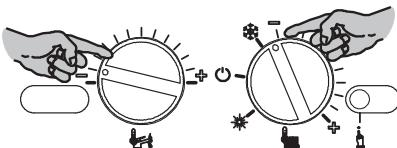
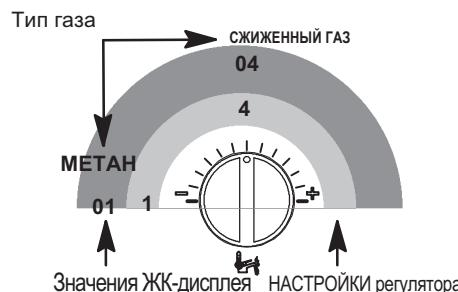
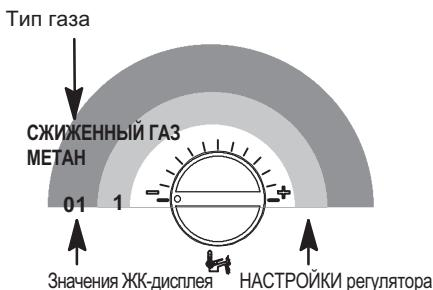

Рисунок 8.2
Рисунок 8.7
Рисунок 8.11
- Установите переключатель функций 4 и регулятор температуры горячего водоснабжения 3 так, как показано на следующем рисунке (см. Рисунок 8.2).
- Чтобы настроить тип газа, войдите в режим программирования, нажав и удерживая в течение 15 с кнопку сброса 5 (Рисунок 8.2), пока на ЖК-дисплее не появится параметр P01. На ЖК-дисплее последовательно отобразятся следующие символы (параметр P01 будет загораться поочередно с --- ---).
- Нажмите кнопку сброса 5 (Рисунок 8.2) и пролистайте параметры до Р05, пред назначенного для настройки типа газа. На ЖК-дисплее последовательно отображаются следующие символы (параметр Р05 будет загораться поочередно с 01).
Пример: если котел будет питаться сжиженным газом (G30-G31), но настроен на питание метаном (G20), установите регулятор 3 (Рисунок 8.2) так, как показано на следующем рисунке (Рисунок 8.7).
- Нажмите кнопку сброса 5 (Рисунок 8.2) и пролистайте параметры до Р06, предназначенногодля настройки типа газа (второго уровня). На ЖК-дисплее последовательно отобразятся следующие символы (параметр Р06 будет загораться поочередно с 01).
- Чтобы изменить настройку, поверните регулятор температуры в системе горячего водоснабжения 3 (Рисунок 8.2) и установите его в выбранное положение (см. также Рисунок 8.11).
снабжения 3 (Рисунок 8.2) и установите его в выбранное положение (см. также Рисунок 8.11).